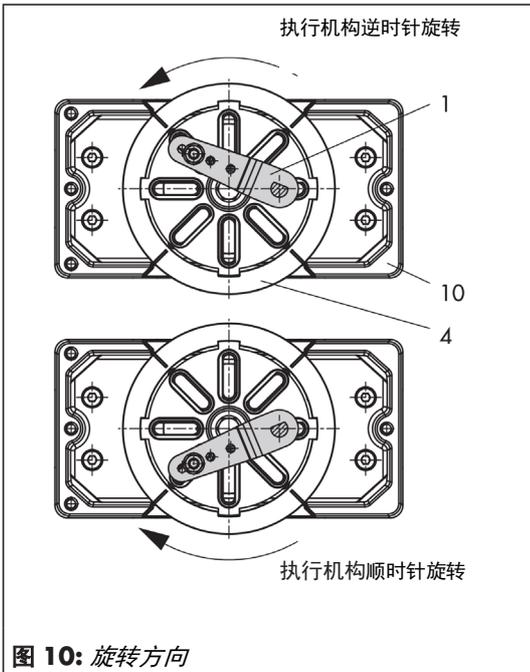

图 10: 旋转方向
8. 将阀门定位器放置在外壳(10)上，并将其拧紧。在考虑执行机构旋转方向的情况下，对反馈杆(1)进行调整，以便其可以在正确的连接轮插槽中和连接销钉进行对接(图10)。